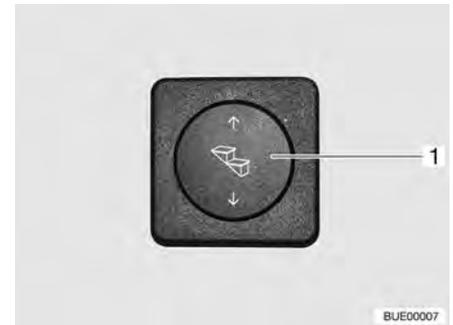

Fig. 10 Commutateur de commande du marchepied
- Appuyer sur le bas du commutateur à bascule (Fig. 10,1) et le maintenir pressé (pendant au moins 3 secondes) jusqu'à ce que le marchepied soit entièrement sorti.
- Appuyer sur le commutateur à bascule (Fig. 10,1) vers le haut jusqu'à ce que le marchepied soit entièrement ressorti.